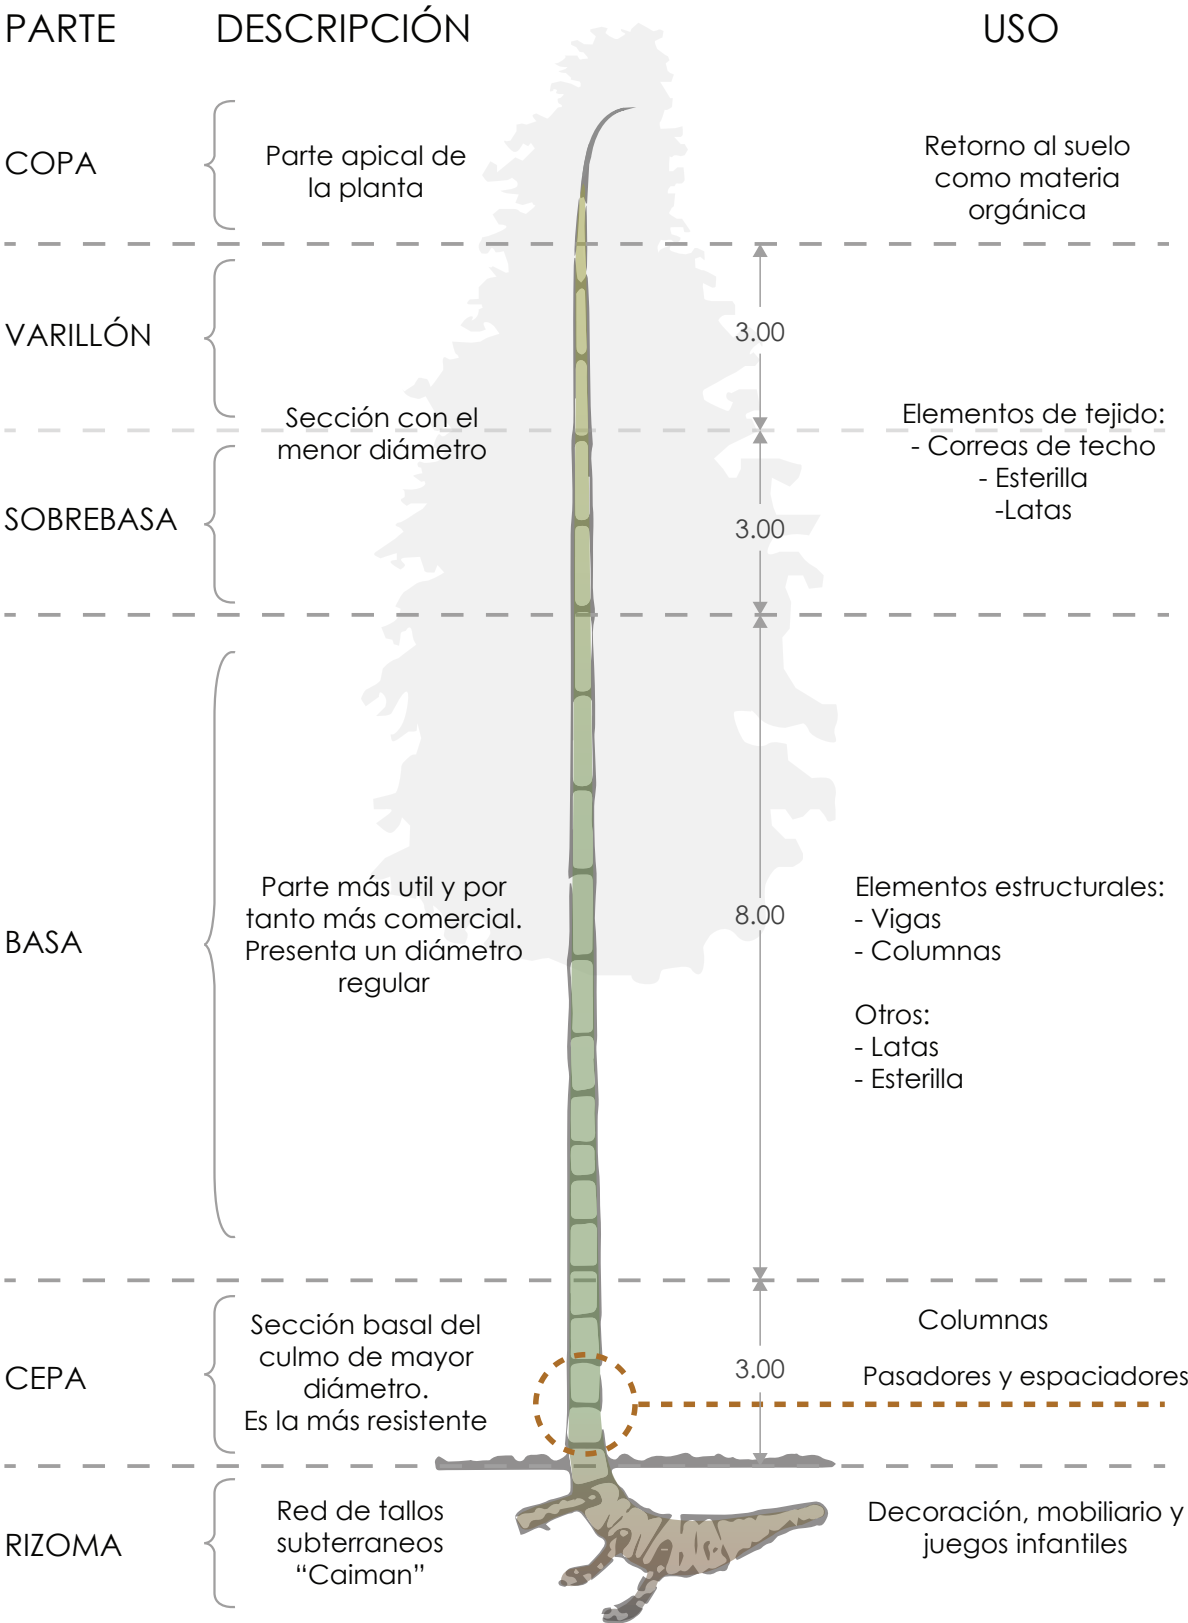

Figura 1. "Partes y usos del bambú". Fuente: Elaborada con información de: Minke G. (2010). *Manual de construcción con Bambú*. Cali, Colombia: Merlín. P 7.
1. En una superficie nivelada colocar de manera paralela tres culmos. Estos servirán como cama de apoyo para los culmos a clasificar, por tanto; separarlos equidistantemente a los extremos y al centro, como se muestra en la figura 1.